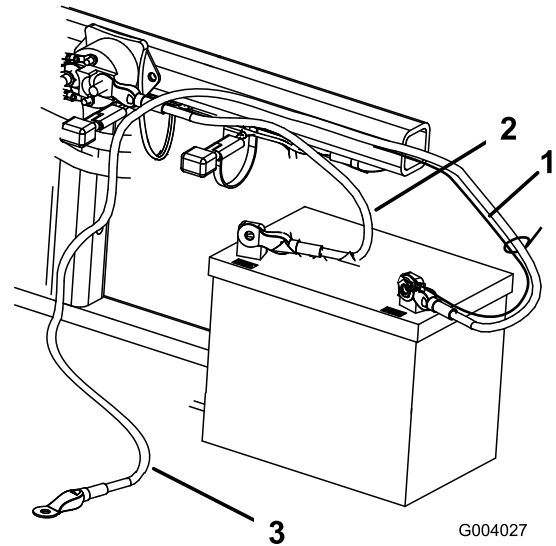

Bild 5
2. Befestigen Sie das Pluskabel (rot) mit einer Schraube ($\frac{1}{4}$ " x $\frac{5}{8}$ ") und einer Sicherungsmutter am Pluspol (+) (Bild 5).
3. Befestigen Sie den kleinen schwarzen Draht und das Minuskabel (schwarz) mit einer Schraube ($\frac{1}{4}$ " x $\frac{5}{8}$ ") und einer Sicherungsmutter ($\frac{1}{4}$ ") am Minuspol (-) der Batterie (Bild 5).